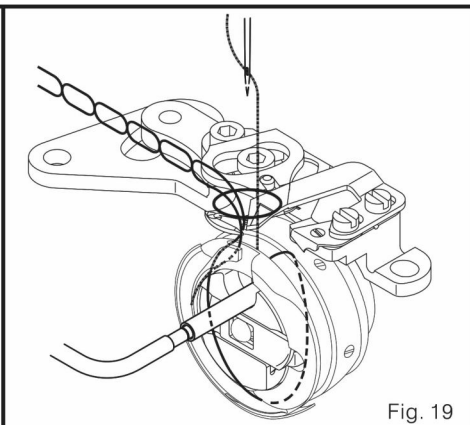

Fig. 19
2. quando agulha faz movimentos de atrás, a faca móveis toca a fio. (Fig.19)